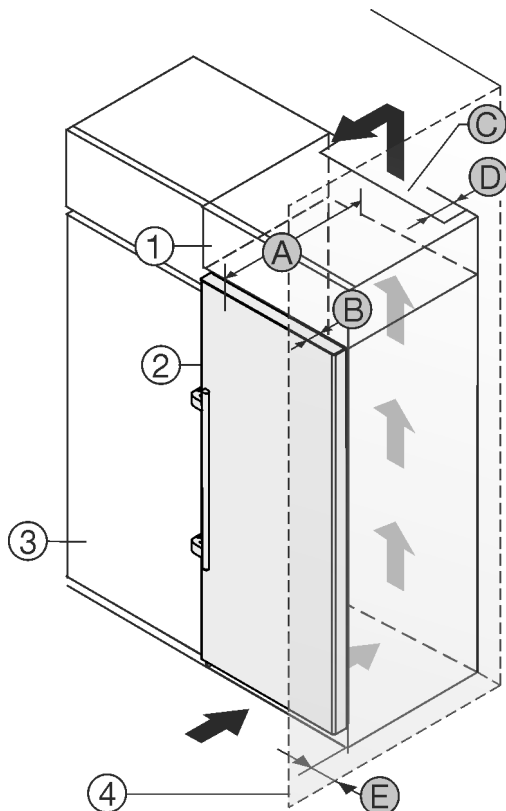

Fig. 8
Устройство может быть окружено кухонными шкафами. Чтобы уравнивать устройство Fig. 8 (2) по высоте с кухонной стенкой, можно установить над устройством дополнительный шкафчик Fig. 8 (1).
Установить устройство можно непосредственно рядом с кухонным шкафом Fig. 8 (3). Чтобы можно было полностью открыть двери, устройство должно выступать на глубину Fig. 8 (B) относительно передней стенки кухонного шкафа. В зависимости от глубины кухонных шкафов и использования пристенных распорок устройство может выступать и больше.
- На задней стенке дополнительного шкафчика должен быть вентиляционный канал с глубиной Fig. 8 (D) по всей ширине этого шкафа.
- Нужно соблюдать вентиляционное отверстие Fig. 8 (C) под нижней панелью.
Если устройство установлено на шарнирах у стены Fig. 8 (4), то нужно соблюдать расстояние Fig. 8 (E) между устройством и стеной. Настолько выступает ручка при открытой дверце.